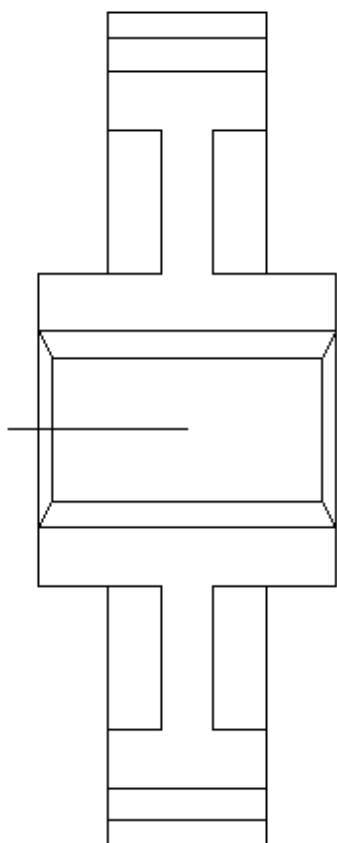

Рис.9
- повторите команду (можно нажав «Enter»), выделив все линии кроме горизонтальной оси и самой правой линии (если Вы случайно выделили объект, который не надо выделять, пометьте его при нажатой копке «Shift») (рис.9);